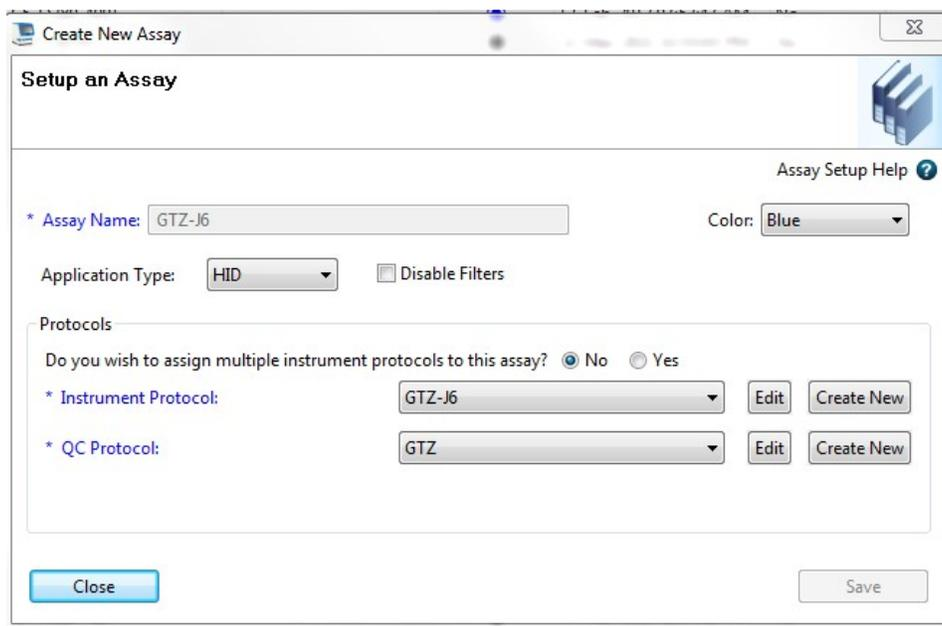

Рисунок 10. Окно создания нового анализа Create New Assay.
8.2.5. Чтобы создать новый анализ Assay, перейдите в библиотеку Library. Выберите “Assays” (“Анализы”), затем выберите “Create” (“Создать”). В качестве альтернативы можно использовать ранее созданный анализ Assay. В окне Create New Assay (“Создать новый анализ”; рис. 10) выберите протокол прибора, созданный на шаге 8.2.2, и протокол контроля качества QC protocol, созданный на шаге 8.2.4. Присвойте анализу Assay описательное название. Выберите тип приложения “HID”. Для всех названных образцов на планшете требуется анализ Assay.